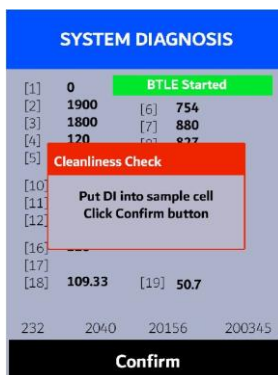

Figura 33.
5. Pulse **Limpieza** (**<**). Aparece un aviso de instrucciones para pedir al usuario que ponga agua DI en la celda de muestra del módulo principal (Figura 33).